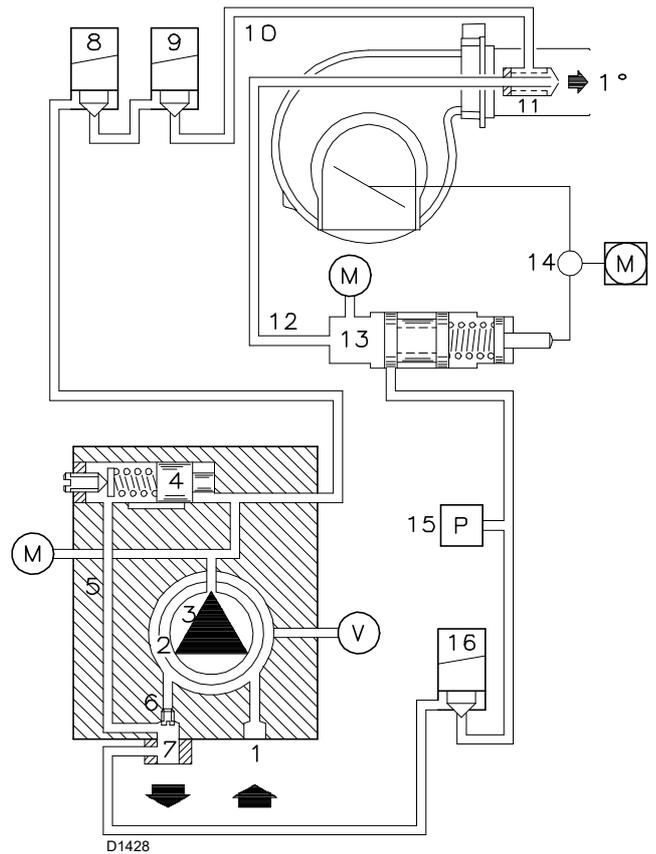

Fig. 20
Elles sont installées sur le brûleur avec le by-pass fermé par la vis 6)(Fig. 20).
- déposer la vis 6)(Fig. 20) (by-pass ouvert) avant d'effectuer les raccordements hydrauliques ;